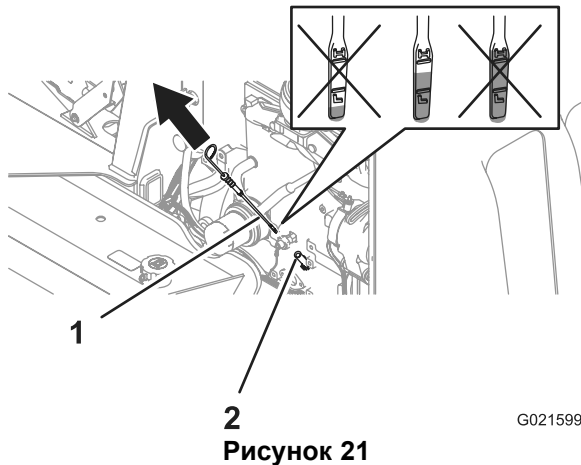

Рисунок 21
2. Выньте измерительный щуп (Рисунок 21) и протрите его чистой ветошью (Рисунок 21).
- Вставьте шуп до упора в трубку, затем извлеките шуп (Рисунок 21).